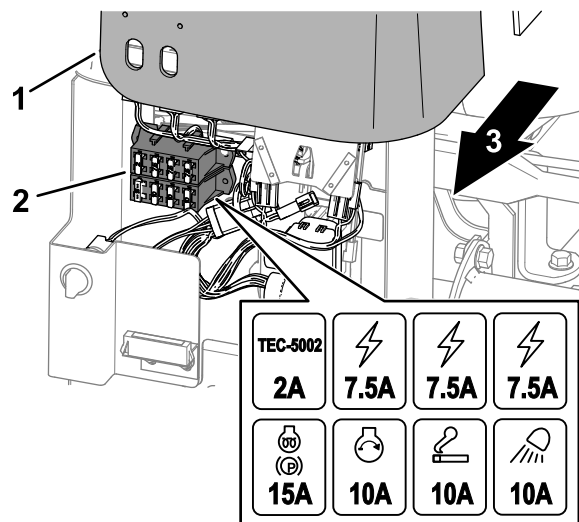

Figura 68
1. Levante la cubierta del brazo de control (Figura 68).
2. Localice el fusible fundido en el portafusibles o en el bloque de fusibles (Figura 68).
4. Monte la cubierta en el brazo de control (Figura 68).